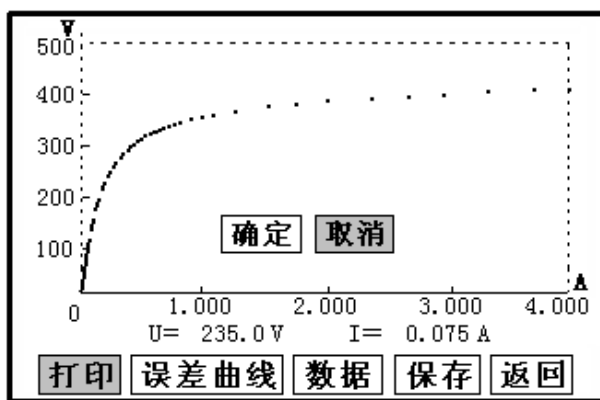

图 8
- **打印**：旋转鼠标将光标移动至“打印”选项,按下旋转鼠标（如图 8），选择确定后，先打印伏安特性曲线，然后打印数据，打印数据仪器自动进行筛选，